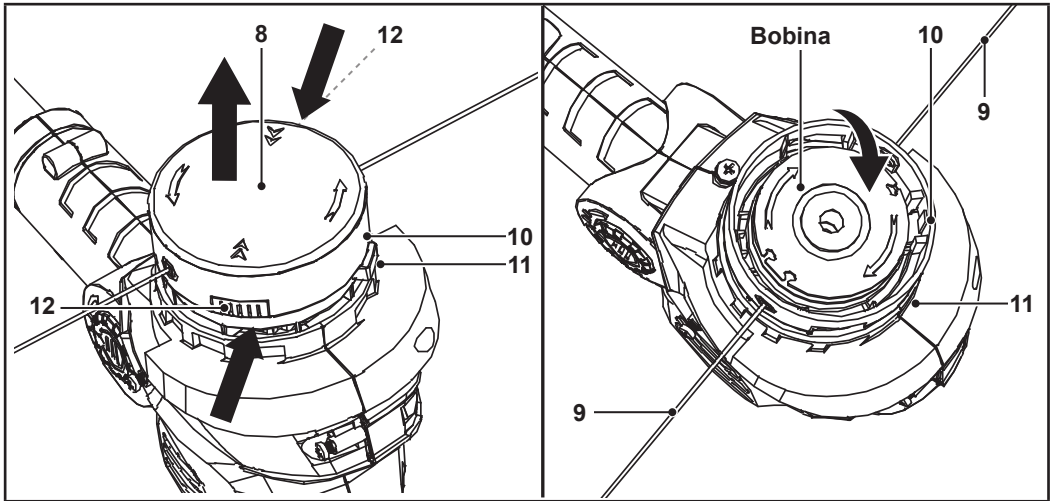

Fig. 9
**NOTA:** A bobina tem de ser substituída regularmente. Substitua a bobina quando o fio de corte (9) já não puder ser estendido.
1. Desligue a ficha de alimentação (5).
2. Abra a caixa da bobina (10): Pressione simultaneamente ambas as patilhas de libertação da tampa da bobina (12) da tampa da bobina (8). Pode utilizar uma ferramenta (por exemplo, uma chave de parafusos) para levantar a tampa da bobina.
3. Retire a tampa da bobina (8) (Fig. 9).
5. Guie as extremidades do fio de corte (9) da nova bobina para fora das ranhuras da caixa da bobina (10). Puxe cerca de 20 cm do fio de corte para fora da caixa da bobina.
6. Insira a nova bobina na caixa da bobina (10) (Fig. 9).
7. Volte a colocar a tampa da bobina (8) na caixa da bobina (10). Certifique-se de que as patilhas de libertação da tampa da bobina (12) engatam nas reentrâncias da caixa da bobina.